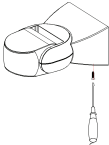

FIG. 1
- Ослабить винт на нижней и освобождения крышки. /Рисунок 1/
- Zgjidhjeni një vidë në fund dhe lirim mbuluar të. /Figure 1/